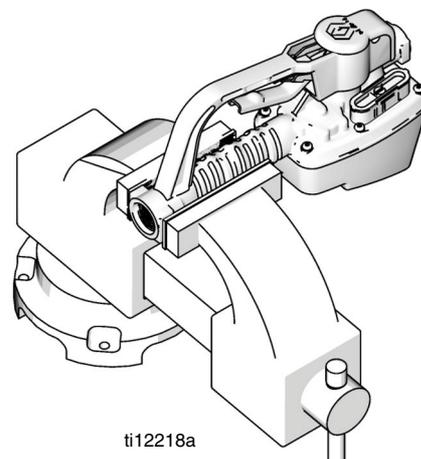

FIG. 4
4. Sécurisez le compteur dans un étau (FIG. 4).